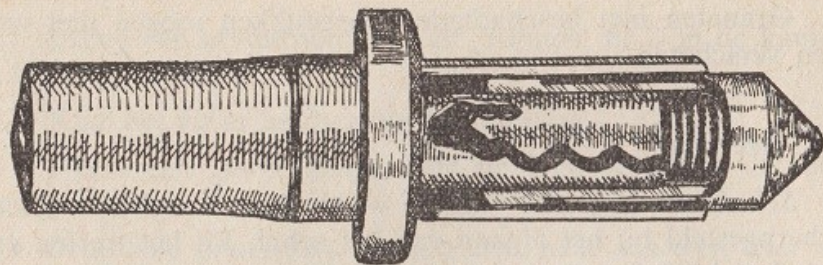

Fig. 13
b. Inwendige veiligheidsinrichting en slagpijpje (fig. 13) – Bij het afgaan van het schot blijft de veiligheidskap door zijn traagheid eerst achter en wordt daarna door een veer weggedrukt in de holle kop. Dit geschiedt met zodanige vertraging dat de doorgang naar het slagpijpje pas wordt vrijgegeven, als de granaat reeds enige afstand van het wapen verwijderd is. Indien binnen deze afstand een of ander voorwerp wordt geraakt, kan alleen het slaghoedje tot ontbranding komen zonder dat dit gevaar voor de schutter oplevert. Wordt na deze afstand een doel getroffen, dan zal — door sympathische werking — het slagpijpje tot ontbranding worden gebracht, met als gevolg de detonatie van de hoofdclading.